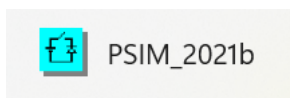

Figura 2 – Ícone do PSIM
1) Iniciar o programa com duplo clique no ícone mostrado na Figura 2.